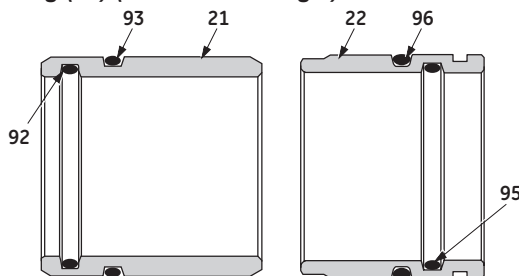

Abbildung 4 - Anordnung mit optionalem O-Ring
- E. Die Teile, die mit der Welle (19) herauskommen können, sind: die Packung (17), der Packungsring (23 oder 100), die Distanzhülse (20) und obere Führungsbuchse (21).
Hinweis: Die Distanzhülse (20) und obere Führungsbuchse (21) können im Gehäuse verbleiben. Sie müssen entfernt werden. Die Distanzhülse (20) kann nur entfernt werden, indem sie aus dem Haubenende des Gehäuses gezogen wird. Die obere Führungsbuchse (21) kann durch das Gehäuse gedrückt werden, nachdem der Kegel entfernt wurde oder durch das Haubenende des Gehäuses herausgezogen werden. Bei Ventilen für den Betrieb mit Schlamm oder viskosen Medien hat die obere Führungsbuchse einen internen O-Ring (92) und einem externen O-Ring (93) und die untere Führungsbuchse hat einen internen O-Ring (95) und einen externen O-Ring (96) (Siehe Abbildung 4).